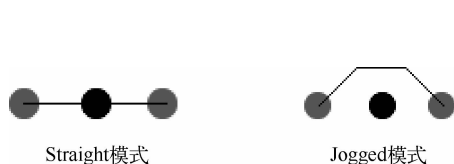

图 10-5 飞线走线模式
- “Ratsnest geometry”：飞线的走线模式，在下拉列表中显示有两个选项，“Jagged（飞线呈水平或垂直时自动显示有拐角的线段）”和“Straight（走线为最短的直线线段）”，如图 10-5 所示。